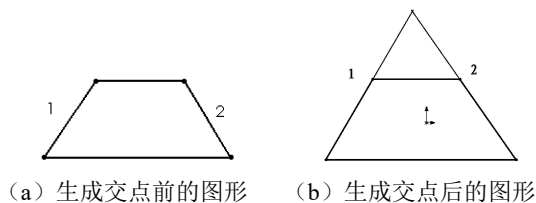

图 2-9 生成草图交点图示
以图 2-9 所示为例，生成直线 1 和直线 2 的交点，图 2-9 (a) 所示为生成交点前的图形，图 2-9 (b) 所示为生成交点后的图形。
(1) 选择直线。在草图绘制状态下按 Ctrl 键，用鼠标左键选择如图 2-9 (a) 所示的直线 1 和直线 2。
(2) 执行命令。选择菜单栏中的“工具”→“草图绘制实体”→“点”命令，或者单击“草图”
面板上的“点”按钮, 此时草图如图 2-9 (b) 所示。